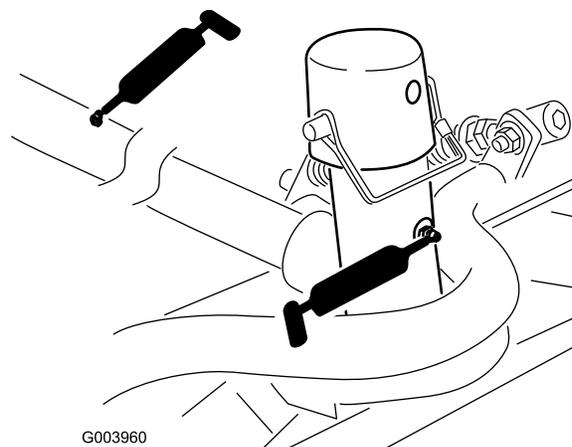

Figure 74
- Bâti porteur d'unité de coupe et pivot (x 2) (Figure 74)